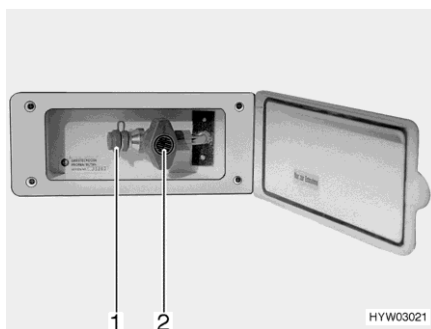

Fig. 102 Presa gas esterna (rubinetto di arresto del gas chiuso)
- Collegare l'apparecchio a gas esterno all'attacco (Fig. 102,1).
- Aprire il rubinetto di arresto del gas (Fig. 102,2).